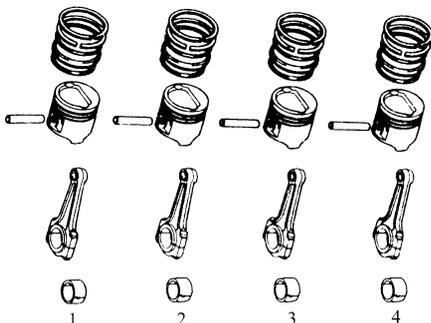

图 1.24 将活塞等零件按正确顺序排好
- ④ 将活塞、活塞销、连杆和轴承按正确顺序排好,如图 1.24 所示。